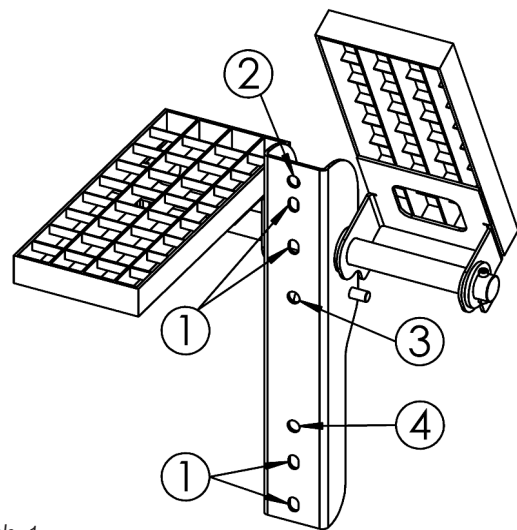
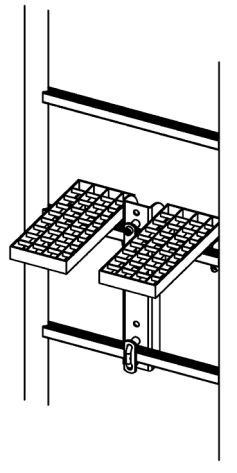

Abb. 1
Abb. 3
Das einklappbare Ruhepodest in der gewünschten Höhe anhalten (siehe 2. Montage + Abb. 3). Die Schrauben mit Gegenplatte und Distanzhülse von vorne über die Sprosse und durch die Langlöcher ① stecken (Abb. 1, 3 + 5). An den oberen Löchern werden die Zylinderschrauben verwendet, an den unteren Löchern wird die Bügelschraube eingesetzt.
Die mitgelieferten Hakenkopfschrauben von vorne durch die Bohrungen ② + ④ stecken (Abb. 1).
Die Zylinderschrauben von vorne durch die Hutprofil-Schiene stecken und dabei die beiden Distanzhülsen zwischen Schiene und Ruhepodest platzieren. Dabei werden die Bohrungen ③ + ④ des Ruhepodestes genutzt (Abb. 1). Jetzt von hinten Scheibe und Mutter montieren und anziehen (Abb. 9).